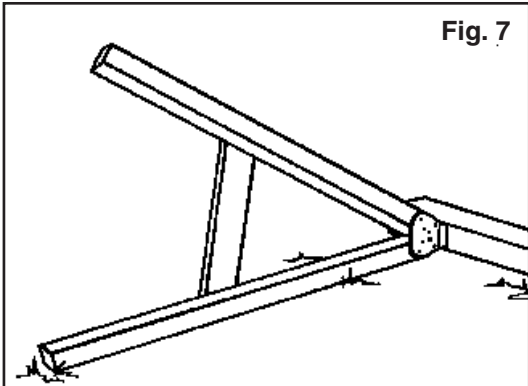
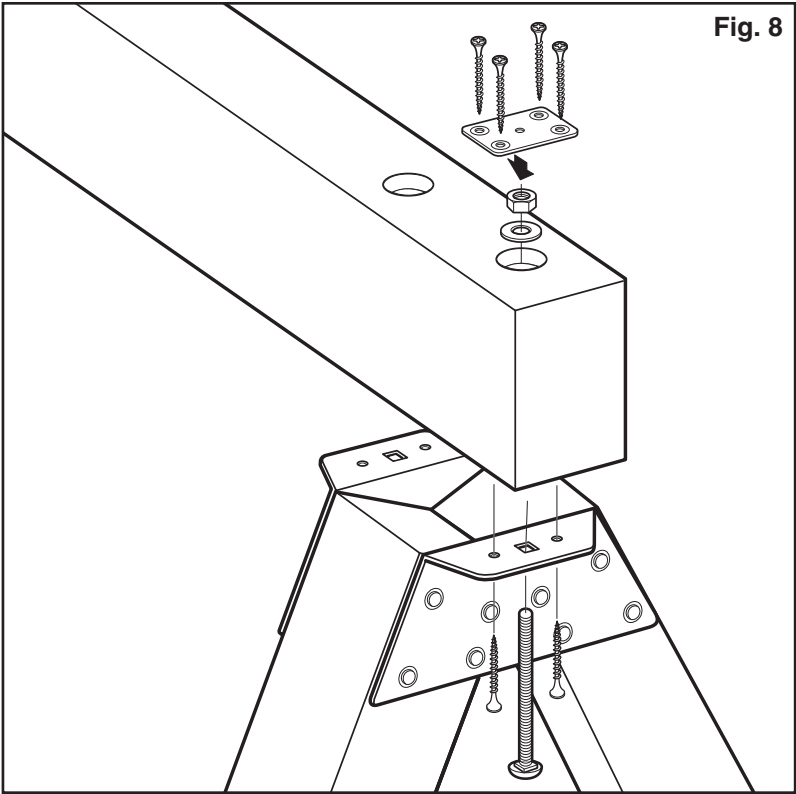

Fig. 7
Fig. 8
1. Place the beam on the ground and align A-frame brackets with the corresponding holes of the beam (Fig. 7). Insert a 5-1/2" carriage bolt through the hole of the bracket and through the beam. **NOTE:** It may be necessary to force the carriage bolt through the beam with the aid of a hammer. Secure using a washer and loc nut. Secure brackets using one 2-1/2" screw on each side of the carriage bolt (Fig. 8). Center the beam covers over the counterbored holes and attach using four 2-1/2" screws as shown. Repeat step 1 to attach second frame to the beam.
1. Ponga la viga en el suelo y alinee los sostenes del armazón "A" con los huecos correspondientes en la viga (Fig. 7). Inserte un perno de carro de 5-1/2" a través del hueco en el sostén y a través de la viga. **NOTE:** Es posible que sea necesario forzar el perno de carro a través de la viga con la ayuda de un martillo. Sujételo usando una arandela y una tuerca de traba. Sujete los sostenes usando un tornillo de 2-1/2" en cada lado del perno de carro (Fig. 8). Centre las tapas de la viga sobre los huecos contra taladrados y sujételas usando cuatro tornillos de 2-1/2" como se muestra. Repita el paso 1 para sujetar el segundo armazón a la viga.
1. Poser la poutre au sol et aligner les supports des structures en A avec les trous pratiqués dans la poutre (Fig. 7). Installer un boulon de carrosserie de 5 1/2 po dans chacun des trous à partir des supports jusque dans la poutre. **NOTA :** Il peut être nécessaire d'utiliser un marteau pour insérer les boulons à travers la poutre. Fixer les boulons au moyen de rondelles et d'écrous de blocage. Fixer solidement les supports en insérant une vis de 2 1/2 po de chaque côté du boulon de carrosserie (Fig. 8). Centrer les capuchons de protection sur les trous contre-percés et les fixer avec quatre vis de 2 1/2 po comme le montre la figure. Répéter l'étape 1 pour fixer la deuxième structure en A à la structure.